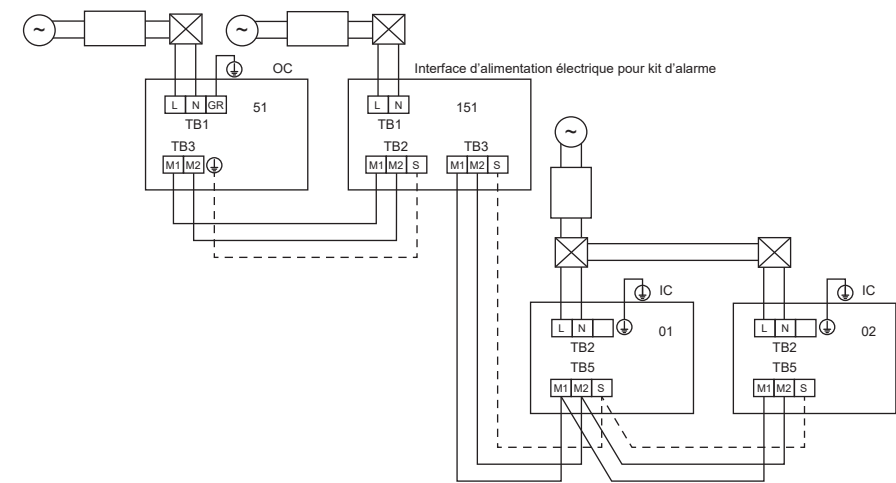

Fig. 5-13
5.4. Procédure de câblage externe (Fig. 5-13, 5-14, 5-15)